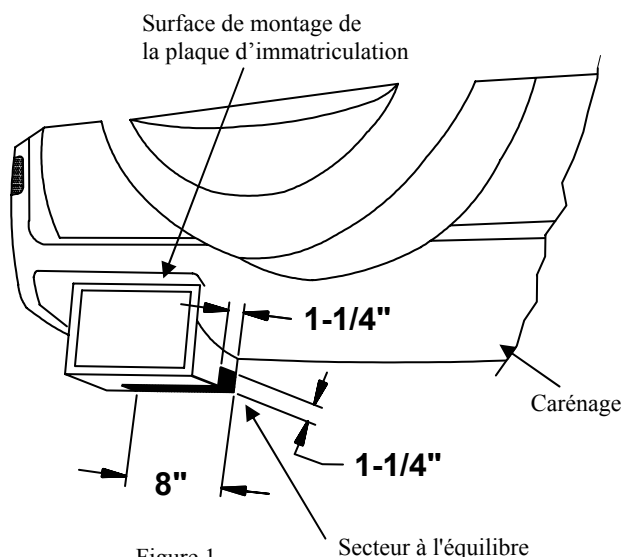

Figure 1.
①	Qty. (4)	Hex Bolt, M12 x 1.25 x 35mm CL8.8
②	Qty. (4)	Conical Toothed Washer ½
2. Using a felt tipped pen, measure and mark an outline on the fascia described in Figure 1.
①	Qté (4)	Boulon hexagonal, M12 x 1.25 x 35mm CL8.8
②	Qté (4)	Rondelle conique dentée ½
2. À l'aide d'un crayon-feutre, mesurer et marquer sur le carénage le tracé à découper, comme indiqué à la figure 1.